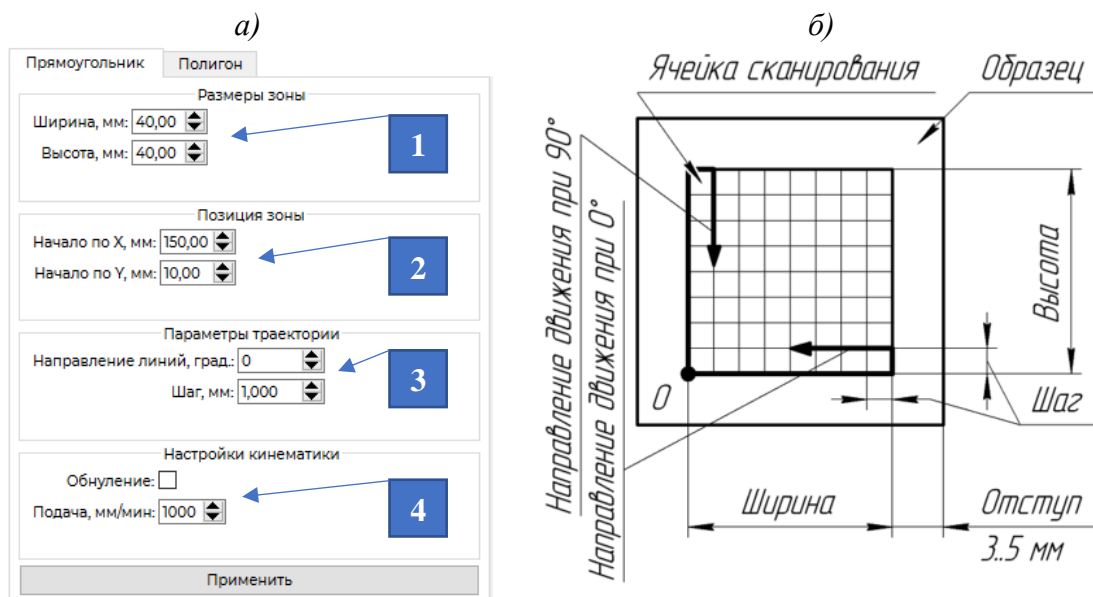

Рис. 13 – Настройка траектории «Прямоугольник», а) – параметры траектории, б) – схема траектории
Во вкладке «Прямоугольник» (рис. 13а) задаются:
- ! Следует выставлять зазор между границами образца и зоной в 3-5 мм (Рис. 13б).
- ! Следует выставлять зазор между границами образца и зоной в 3-5 мм (Рис. 13б);